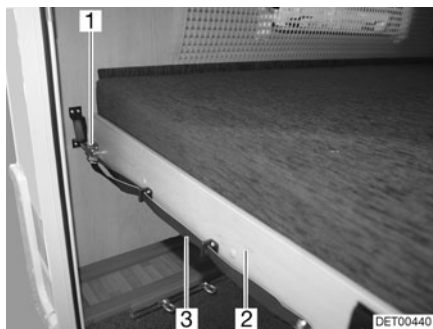

Fig. 80 Litera (parte trasera)
- Tirar del lazo (Fig. 80,3) y soltar el pestillo (Fig. 80,1).
- Tirar el somier (Fig. 80,2) junto con el colchón hacia delante hasta que engatille.